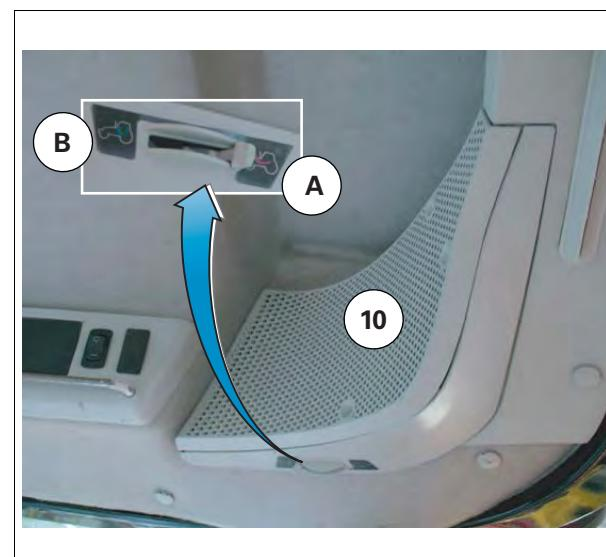

Рис. 24.
- (1) Регулируемые вентиляционные отверстия.
- (2) Освещение кабины (см. "Освещение кабины", страница 72)
- (3) Переключатель очистителя заднего стекла
- (4) Потолочный переключатель панели Triflash (польному заказу)
- (5) Динамики радиоприемника
- (6) блок управления системой кондиционирования воздуха
- (7) Гнездо для радиоприемника.
- (8) Лампа освещения консоли
- (9) Открывающийся люк крыши (в зависимости от модели)
- (10) Задние левая и правая решетки рециркуляции воздуха рис. 24
- 10 Задние левая и правая решетки рециркуляции воздуха рис. 24